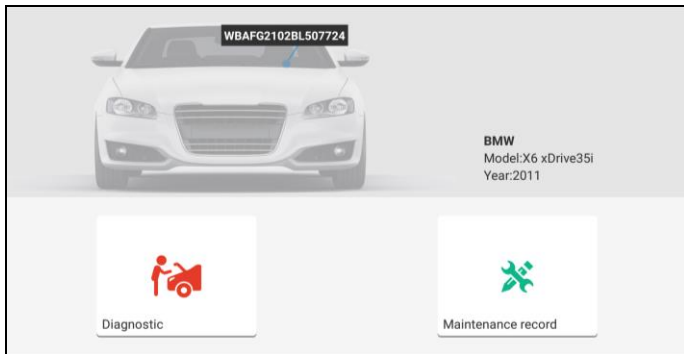

Abb. 5-2
A. Wenn die VIN in der Server-Datenbank gefunden werden kann, ein Bildschirm ähnlich dem in Abb. 5-2 wird angezeigt:
Wenn die VIN auf dem Remote-Server vorhanden ist, öffnet das System die Benutzeroberfläche mit den Fahrzeuginformationen. Siehe Abb. 5-2.